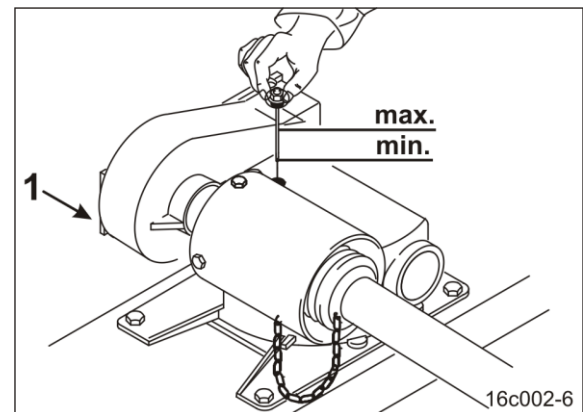

Fig. 178
2. Skru ut oljetappepluggen (Fig. 178/1).